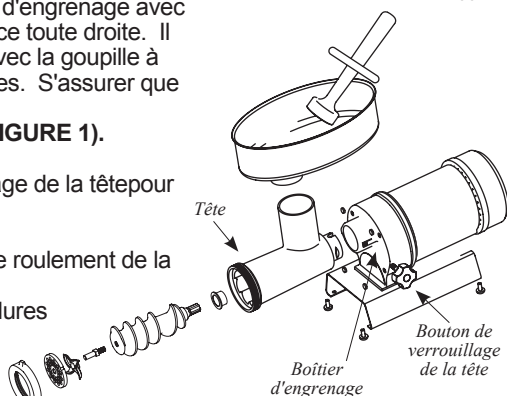

FIGURE 2
3. Insérer la vis sans fin, avec le roulement de la vis sans fin fixé sur la tête (**FIGURE 2**). Aligner les cannelures de la vis sans fin à l'arbre d'entraînement du hachoir. **REMARQUE:** Inspecter régulièrement le roulement de la vis sans fin pour détecter toute trace d'usure. Si le roulement de la vis sans fin est particulièrement usé, le remplacer immédiatement pour ne pas endommager la tête.
4. Placer le couteau sur la partie carrée de la goupille de la vis sans fin (**FIGURE 2**). S'assurer que les lames du couteau sont dirigées avec l'extérieur.